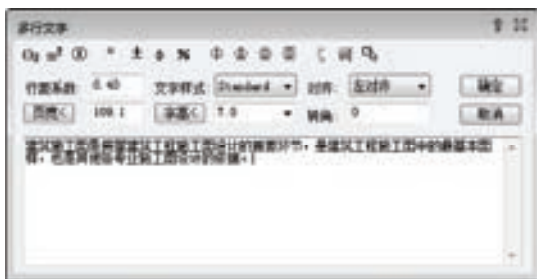

图 8-34 “多行文字”对话框
4) 双击多行文字, 调出“多行文字”对话框, 在其中调整文字的排列方式, 如图 8-34 所示。